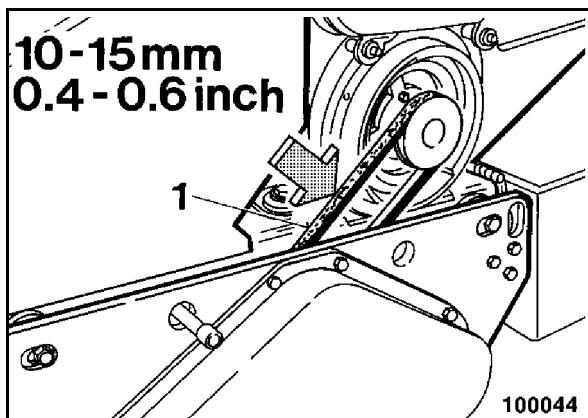

Рис. 70
- Проверить состояние и натяжение клинового ремня 1 (Рис. 70). Заменить поврежденный клиновой ремень.